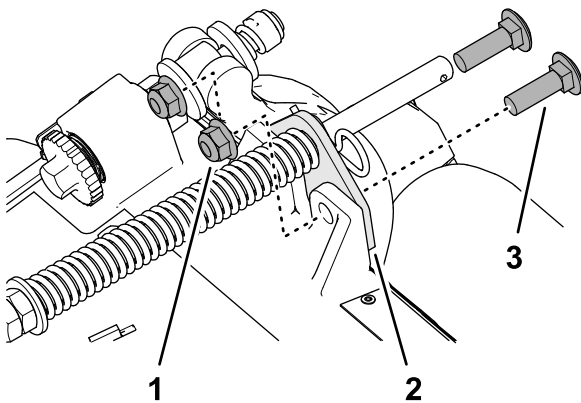

Figura 8
2. Retire las 2 contratuercas con arandela prensada ($\frac{3}{8}$ ") y los 2 pernos de cuello cuadrado ($\frac{3}{8}$ " x $1\frac{1}{4}$ ") que sujetan el soporte del muelle de compensación al bastidor de la unidad de corte (Figura 8).